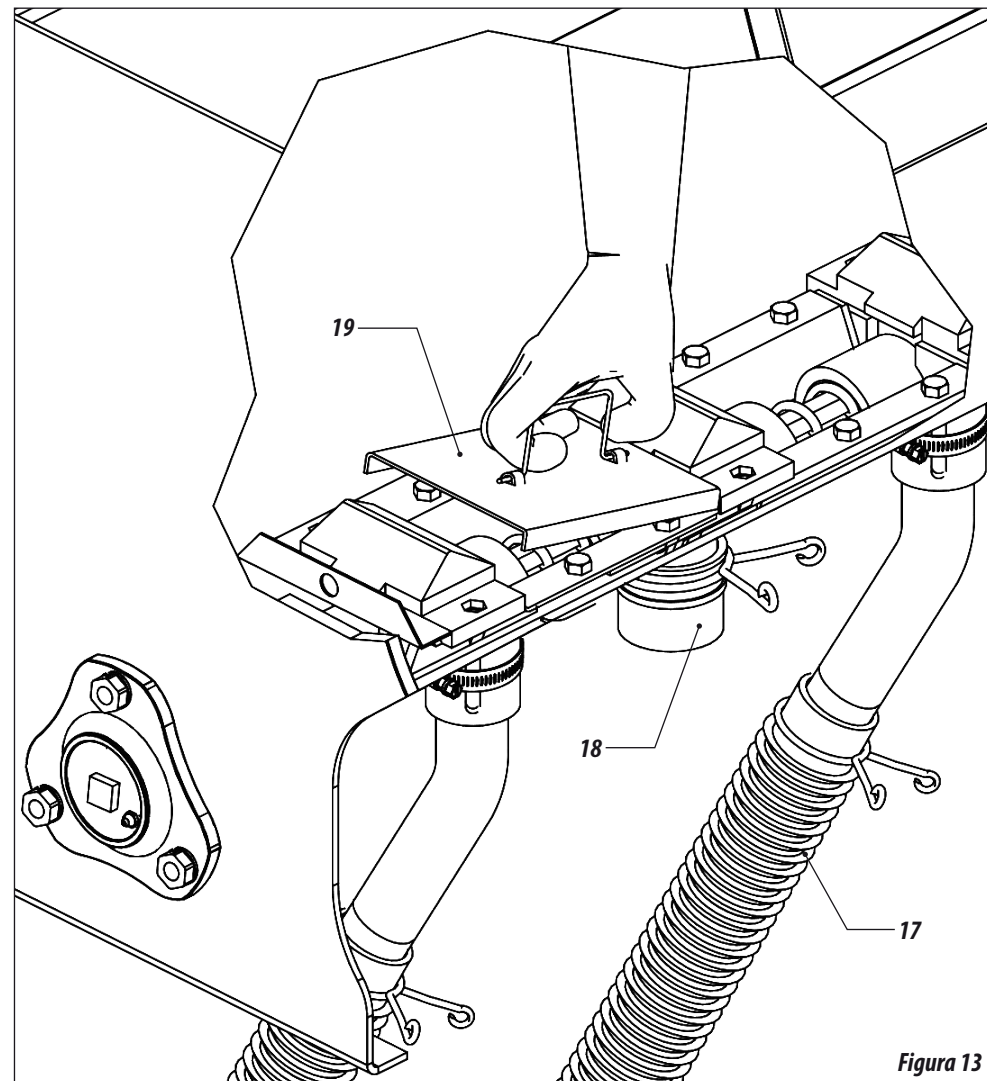

Figura 13
- 11 - Retire o mangote condutor de adubo (17) das linhas que foram retiradas, feche a saída do depósito de adubo com o tampão (18).
- 12 - Feche a entrada do adubo dentro do depósito colocando a tampa (19). **Figura 13.**